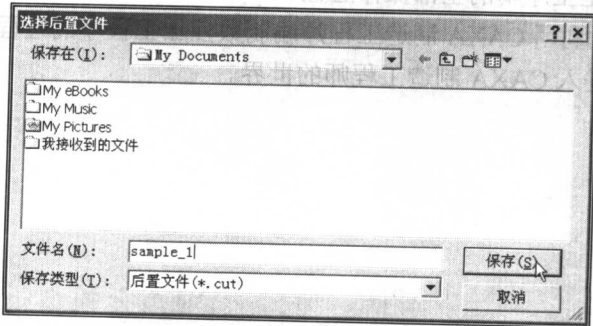

图 0-24 选择后置文件对话框
② 单击【应用】→【后置处理】→【生成 G 代码】命令，系统弹出“选择后置文件”对话框，选择文件的放置目录并输入文件名，如图 0-24 所示。完成后单击保存按钮。